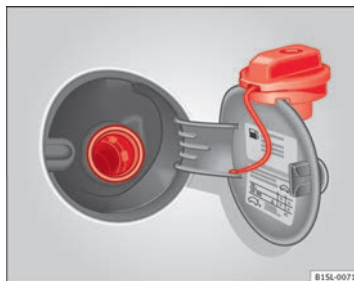

Fig. 109 Tampa do depósito aberta com o tampão inserido no suporte.
- Extraia o tampão do depósito rodando-o no sentido contrário ao dos ponteiros do relógio e coloque-o na parte superior da tampa do depósito ⇒ Fig. 109.